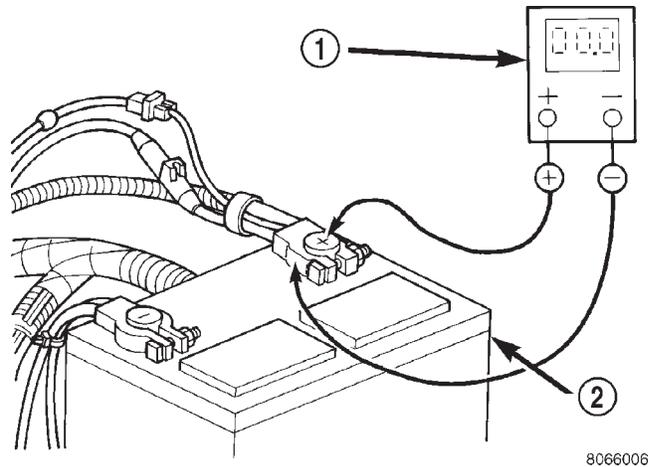

Abb. 16 Widerstand am Batterie-Plusanschluß (+) überprüfen—Typisch
(2) Plus-Prüfspitze (+) des Voltmeters am Batterie-Pluspol (+) anschließen. Minus-Prüfspitze (-) des Voltmeters an der Polklemme des Batterie-Pluskabels (+) anschließen (Abb. 16). Zündschalter in Stellung "START" bringen und in dieser Stellung halten. Voltmeteranzeige beobachten. Wird Spannung angezeigt, die Ursache für den schlechten Kontakt zwischen Polklemme des Batterie-Pluskabels (+) und dem Batterie-Pluspol (+) beheben.